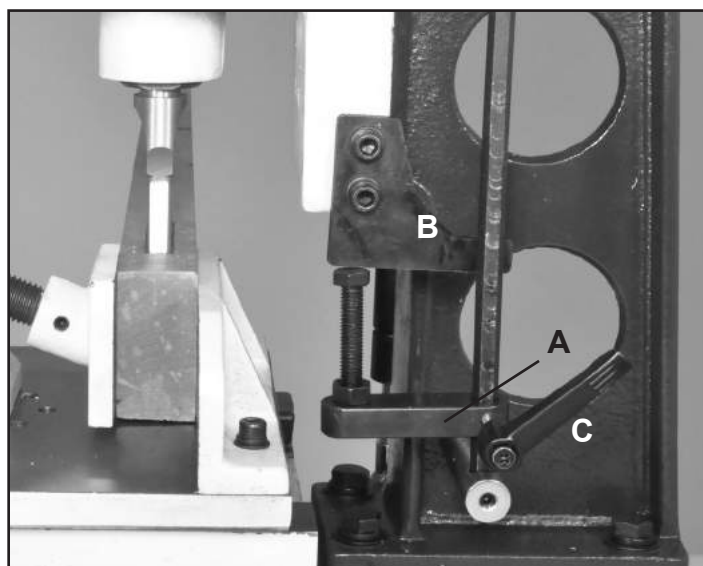

FIG. 17
2. Coloque la placa de tope de profundidad (#81, FIG. 17, A) junto con la varilla de la columna de guía (#10) de manera que el perno de cabeza hexagonal (#79) haga contacto con la placa de tope de profundidad (#12), B, instalada en el cabezal de la escopleadora.